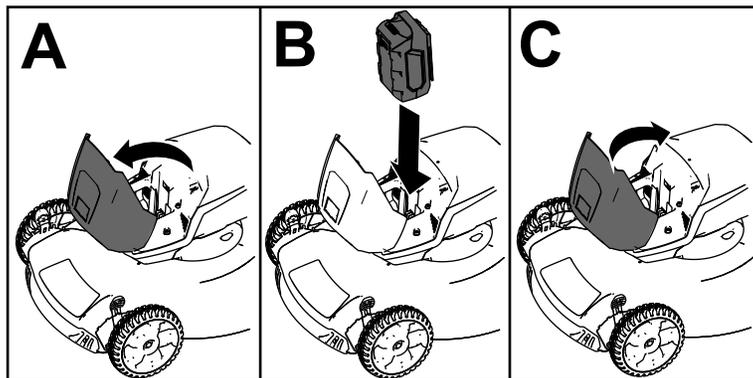

Bild 8
2. Öffnen Sie den Deckel des Akkukastens (A in Bild 8).
3. Richten Sie die Vertiefung im Akkupack mit der Nase an der Maschine aus und schieben Sie den Akkupack in den Kasten, bis er in seiner Position einrastet (B in Bild 8).
4. Schließen Sie den Deckel des Akkukastens (C in Bild 8).